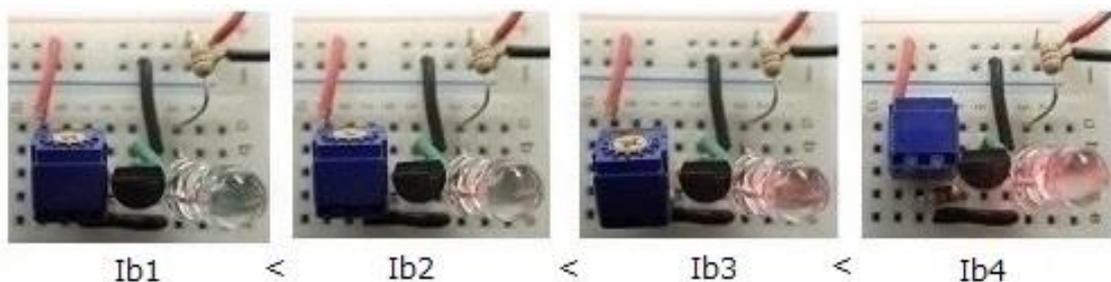

図21 トランジスタのアナログ動作
3.2節で説明したトランジスタ増幅器 (図18) において、半固定抵抗を変化させ入力電圧を変化した場合のLEDの発光の変化を図21に示します。